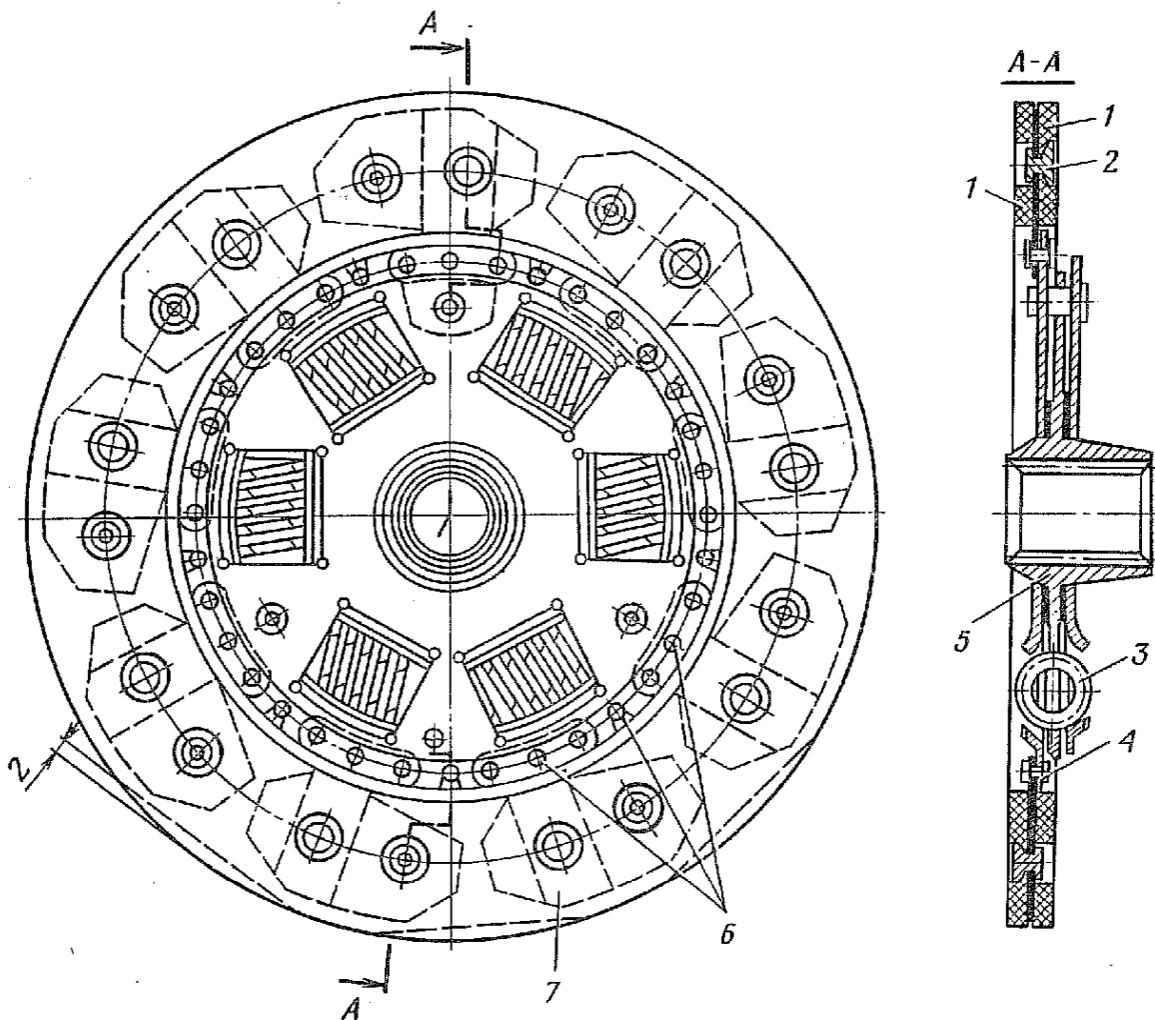
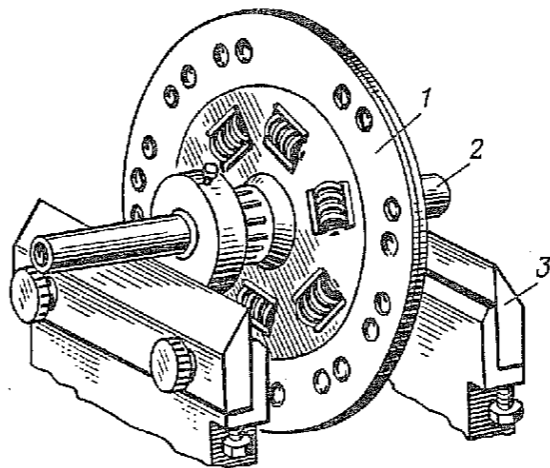

Рис. 54. Ведомый диск в сборе:
Рис. 55. Статическая балансировка
2. Осторожно, не задев пружинные пластины 7 (рис. 54) ведомого диска, высверлить сверлом $\varnothing 4,2$ мм заклепки 2 и снять дефектные фрикционные накладки 1 (сверлильный станок или дрель, сверло $\varnothing 4,2$ мм).
9. Проверить статический дисбаланс ведомого диска сцепления, для чего надеть ведомый диск в сборе на шлицевую оправку и установить ее на ножи (рис. 55) или на точные цилиндрические опоры (цилиндрические опоры располагают перпендикулярно шлицевой оправке строго параллельно одна другой). Повышенный дисбаланс устраняется установкой с легкой стороны в отверстия ведомого диска балансировочных грузиков 6 (рис. 54), концы которых расклепываются. В случае большого дисбаланса допускается снятие материала с торцов фрикционных накладок 1 глубиной до 2 мм (шлицевая оправка, ножи или цилиндрические опоры для проверки дисбаланса ведомого диска, молоток 500 г).